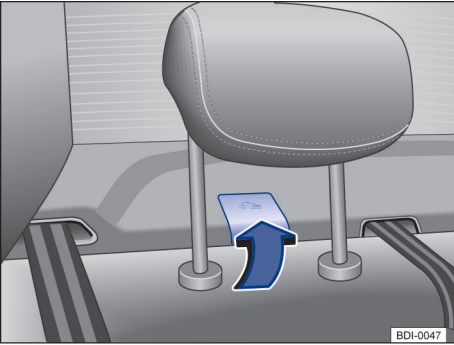

图 73 Top Tether 固定点
- 打开后排座椅后的盖板 ⇒ 图 73。
- 将上部固定带钩入相应的固定环中 ⇒ 图 73。